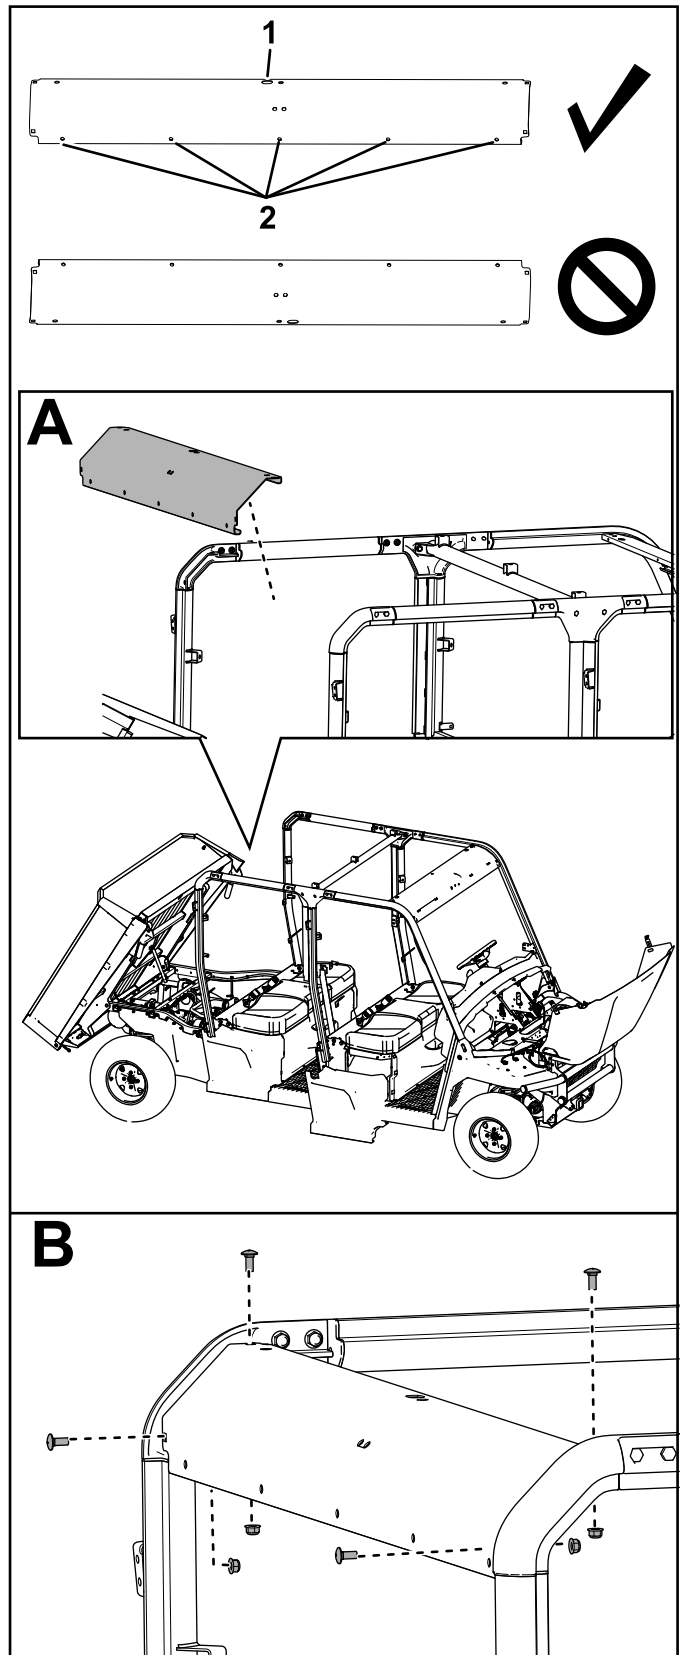

Figura 44
17. Fissate il collegamento trasversale posteriore ai gruppi barra rotazione posteriori utilizzando 4 bulloni a testa tonda (5/16 x 3/4") e 4 dadi di bloccaggio (5/16"), come illustrato nella Figura 44.
Assicuratevi di orientare il collegamento trasversale come illustrato nella Figura 44.